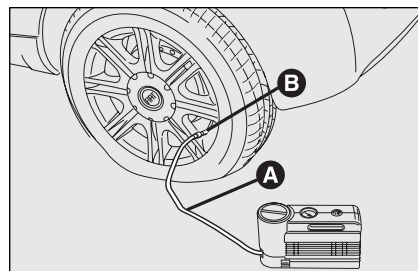

fig. 14
- ☐ **Accione el freno de mano.** Afloje el capuchón de la válvula del neumático, saque el tubo flexible de llenado **A**-fig. 14 y apriete el casquillo **B** en la válvula del neumático;